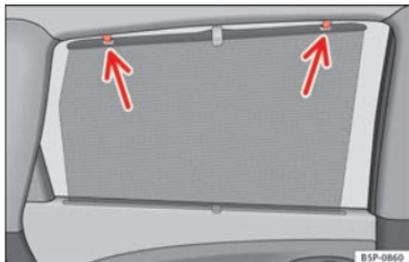

Fig. 68 Persiana de la puerta trasera.
– Desenrolle la persiana y engánchela en los ganchos situados en el marco superior de la puerta » fig. 68.